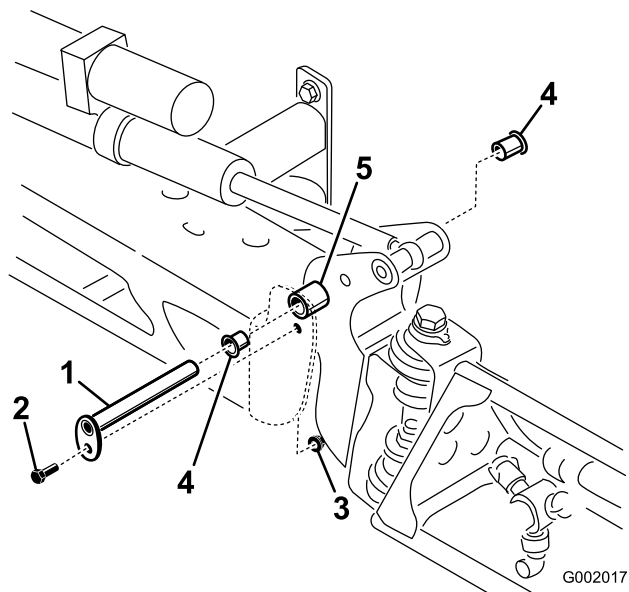

図 53
- センターフレームにブーム&ピボットブラケット・アセンブリを取り付け、開口部を整列させる(図 53)。
- ブームを支えておきながら、ピボットピンをブームアセンブリに固定しているボルトとナットを取り外す(図 53)。ピボットピンを取り外す。
- ナイロンブッシュを取り外し、ピボットブラケットの前面および後面側から見て点検する(図 53)。磨耗したり破損したりしている場合は交換する。